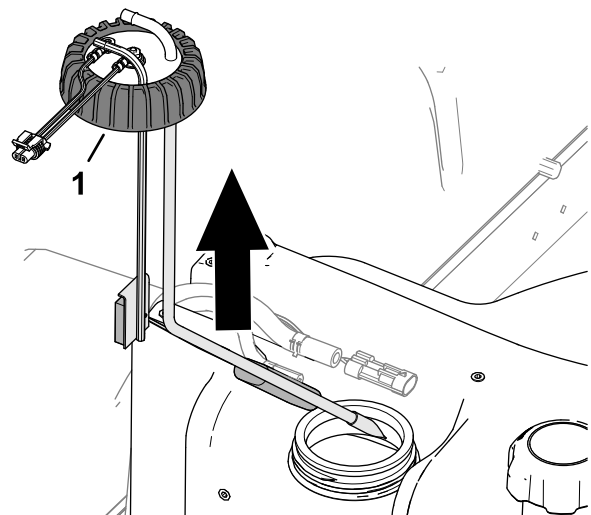

Figure 89
5. Desserrez le chapeau du transmetteur de niveau de carburant (Figure 89).